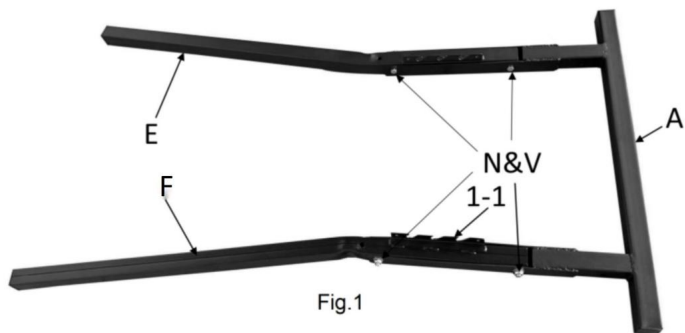

Fig. 1
1. Monteer de rechter- en linkerpoot (E & F) aan het basisframe (A). Steek het uiteinde van elke poot in de openingen van het basisframe en lijn de boutgaten uit. De hoogte De afstelinkeringen (Fig.1 1-1) bevinden zich aan de binnenkant en de poten moeten schuin staan naar buiten. Bevestig elke poot met een framebout (N) en borgmoer1 (V). Plaats de twee Plaats de pootbout (N) en de borgmoer 1 (V) en druk de uiteinden naar beneden om de poten vast te zetten.